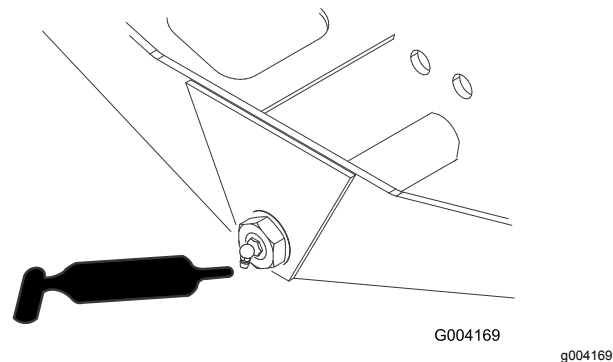

Figure 52
- Pivot de direction d'essieu (1) (Figure 52)